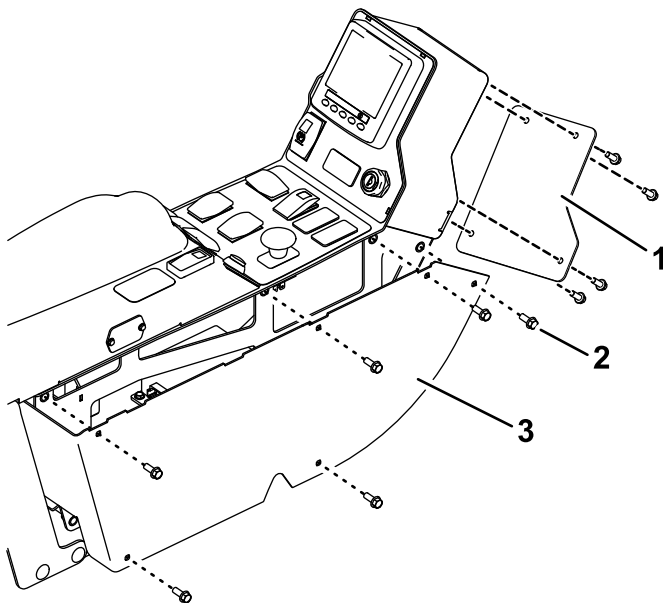

Figura 3
1. Retire los 6 pernos del panel lateral y retire el panel lateral de la consola (Figura 3).
2. Retire los 4 pernos del panel trasero, y retire el panel trasero de la consola (Figura 3).
3. Utilice los pernos que se retiraron anteriormente para instalar el panel trasero y los paneles laterales en la consola (Figura 3).